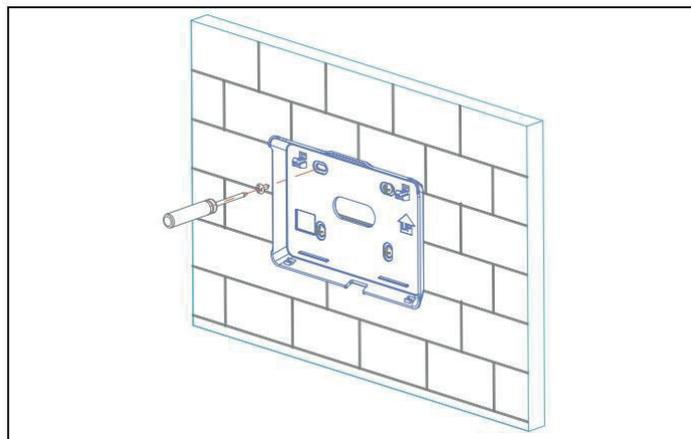

Рисунок 3 Прикрепите заднюю крышку к стене
3.1.2 Винтами прикрепите заднюю крышку к стене. См. Рисунок 3